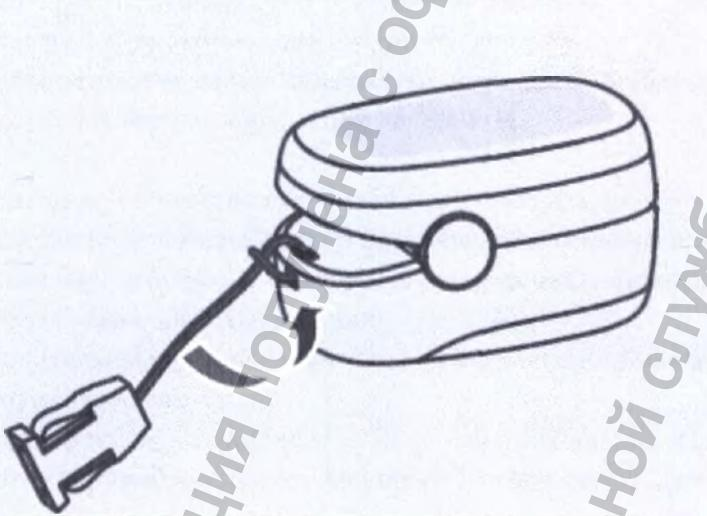

Рис. 4 – Закрепление шнурка
3. Выполните установку, как показано на рис. 4.